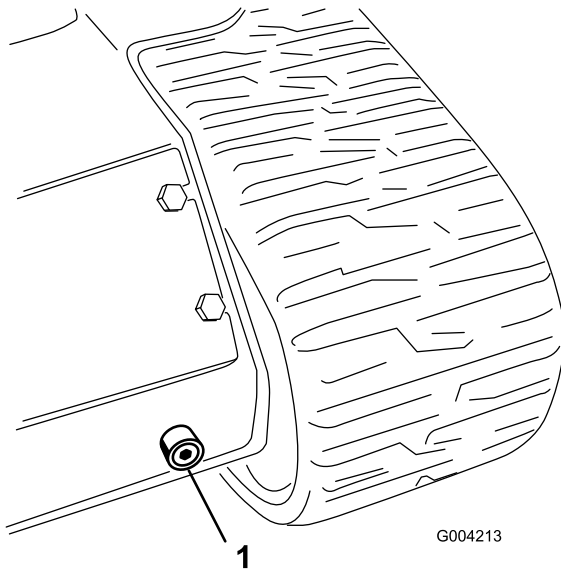

Bild 58
6. Stellen Sie eine große Auffangwanne (Kapazität von 56,8 l) unter die Ablassschraube vorne an der Zugmaschine (Bild 58).
7. Entfernen Sie die Ablassschraube und lassen das Öl in die Auffangwanne abfließen (Bild 58).